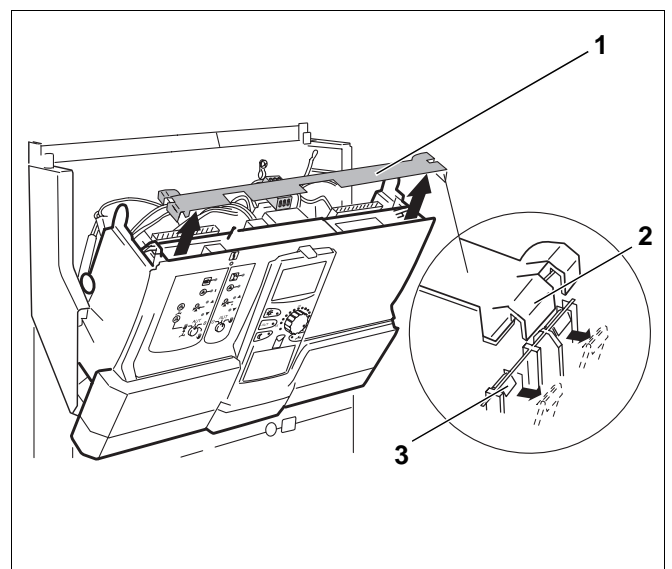

Abb. 4 Querleiste ausbauen
Zum Ausbauen der Querleiste (Abb. 4, **Pos. 1**) benötigen Sie einen Schraubendreher oder Ähnliches.
- Querleiste an einer Seite lösen. Dazu mit dem Schraubendreher eine der beiden Verklammerungen (Abb. 4, **Pos. 3**) nach außen herausdrücken.
- Querleiste an einer Lasche (Abb. 4, **Pos. 2**) anheben.
- Querleiste abnehmen (Abb. 4).